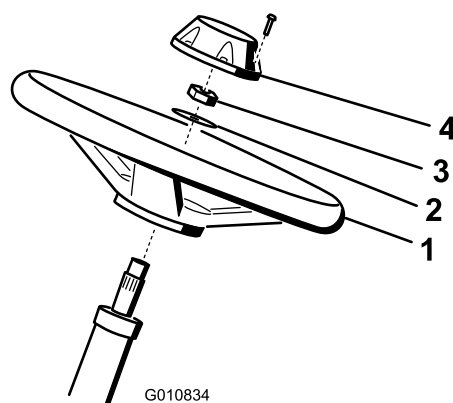

Figura 6
1. Glisai volanul pe arborele de direcție (Figura 6).
2. Glisai aiba pe arborele de direcție (Figura 6).
3. Fixai volanul pe arborele de direcție cu o contrapiuliță i strângei-o la un cuplu de 27 - 35 Nm (Figura 6).
4. Montai capacul la volan i fixai-l cu 6 uruburi (Figura 6).